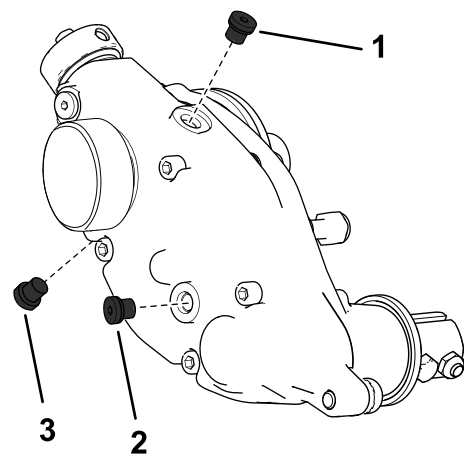

Рисунок 22
3. Снимите заливную пробку в боковой части корпуса и ослабьте пробку выпуска воздуха сверху, чтобы обеспечить проход воздуха (Рисунок 22).
2. Снимите пробку сливного отверстия в нижней части корпуса (Рисунок 22).
7. Установите пробку сливного отверстия (Рисунок 22).